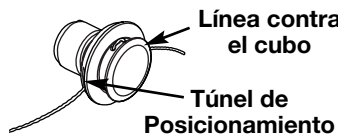
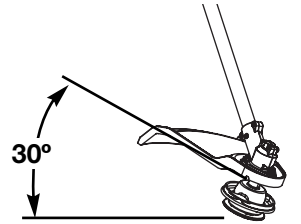

Fig. 9
Fig. 10
5. Hale la línea y cerciórese de que la línea esté contra el cubo y que esté totalmente extendida a través de los túneles de posicionamiento (Fig. 9).
Gire toda la unidad a modo de que el accesorio de corte se ubique a un ángulo de 30° con el suelo (Fig. 10).
PRECAUCION : Antes de operar esta unidad, cerciórese de que el botón de desenganche esté completamente trancado en el orificio primario (Fig. 9), y que la perilla (Fig. 10) esté suficientemente apretada.
1. Quite el filtro de aire / tapa del silenciador. Ver *Remoción de la Tapa del Filtro / Silenciador* (Fig. 9).